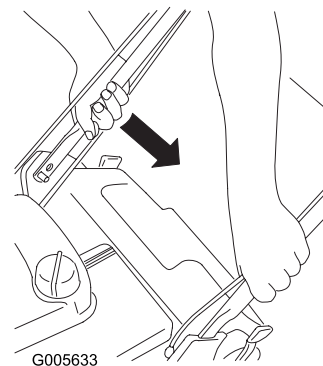

Figura 37
1. Spingete l'estremità destra della stegola inferiore finché la stegola non scivola oltre i fermi sulle staffe (Figura 37).